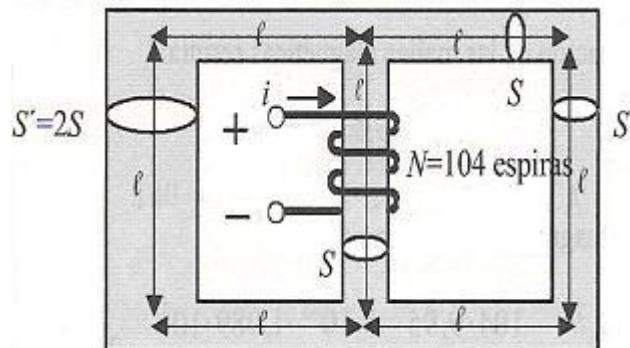

Fig 6
5.-Calcular la intensidad que debe aplicarse a la bobina del circuito magnético de la Fig.6 para establecer en la columna derecha un flujo de 1 mWb. La permeabilidad relativa se supone que es constante en todos los puntos y cuyo valor es de 400; la sección  $S = 10 \text{ cm}^2$  es la misma en toda la estructura, excepto en la columna izquierda, que vale  $20 \text{ cm}^2$ . La longitud  $l$  es igual a 10 cm. Calcular también el flujo en el brazo central.